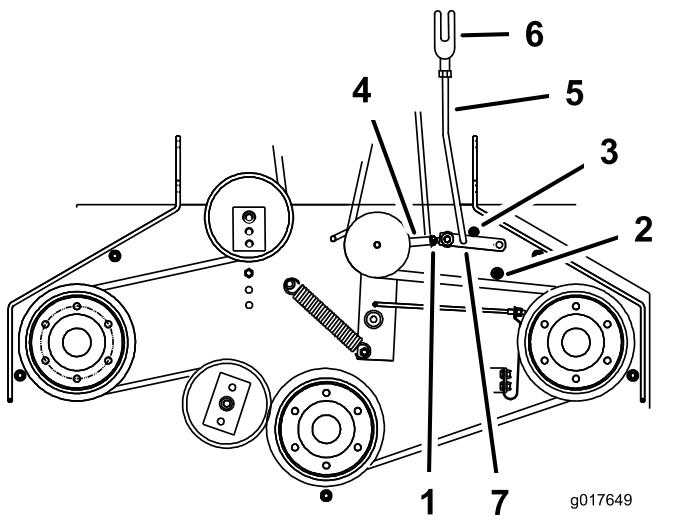

Figura 45
5. Asegúrese de que el brazo está en contacto con el tope trasero del brazo de la carcasa (Figura 45).
7. El brazo auxiliar debe entrar en contacto con el tope delantero de la carcasa. Si no lo hace, la palanca acodada debe acercarse más al refuerzo (Figura 45).
8. Para ajustar la varilla de conexión del brazo auxiliar, retire el pasador de horquilla del brazo auxiliar (Figura 45).
11. Instale la varilla de conexión en el brazo auxiliar y sujetela con el pasador de horquilla (Figura 45).